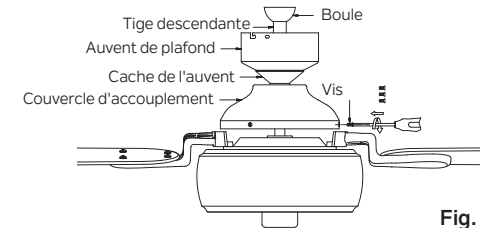

Fig. 12
Étape 10. Serrez fermement les trois vis de réglage sur le couvercle d'accouplement (Fig. 12)